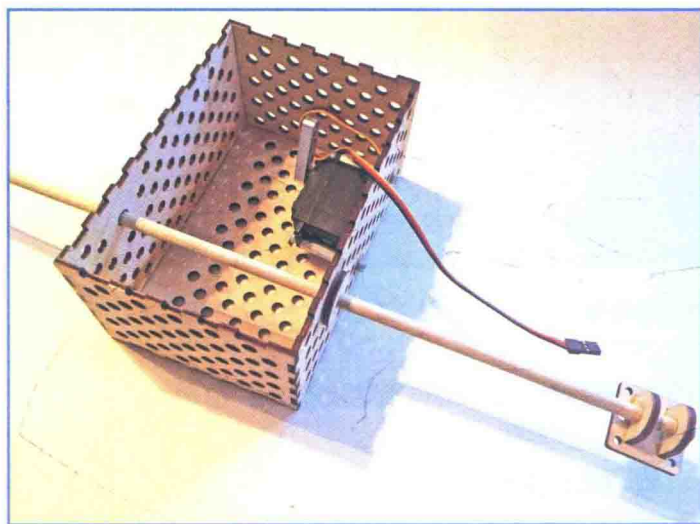

图 7.9 用胶水固定马达支架
4. 胶水干了之后，将马达支架插入木钉并用胶水固定，如图 7.9 所示。马达支架当然应该朝向同一方向。